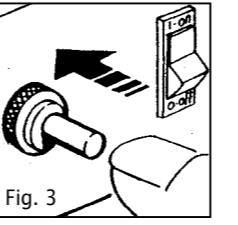
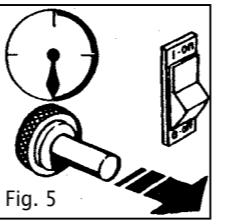

Fig. 3
Fig. 5
- Tryk på gasventilens knap og tryk samtidigt nogle gange på den piezoelektriske knap, indtil brænderen starter. (Fig. 3 - 4). Når brænderen starter, hold ventilens knap indtrykket ca 10 sekunder (Fig. 5). Hvis brænderen slukkes når varmeapparats ventilknap slippes, vent da nogle minutter og gentag operationen. Hold da ventilknappen indtrykket i en længere tid.